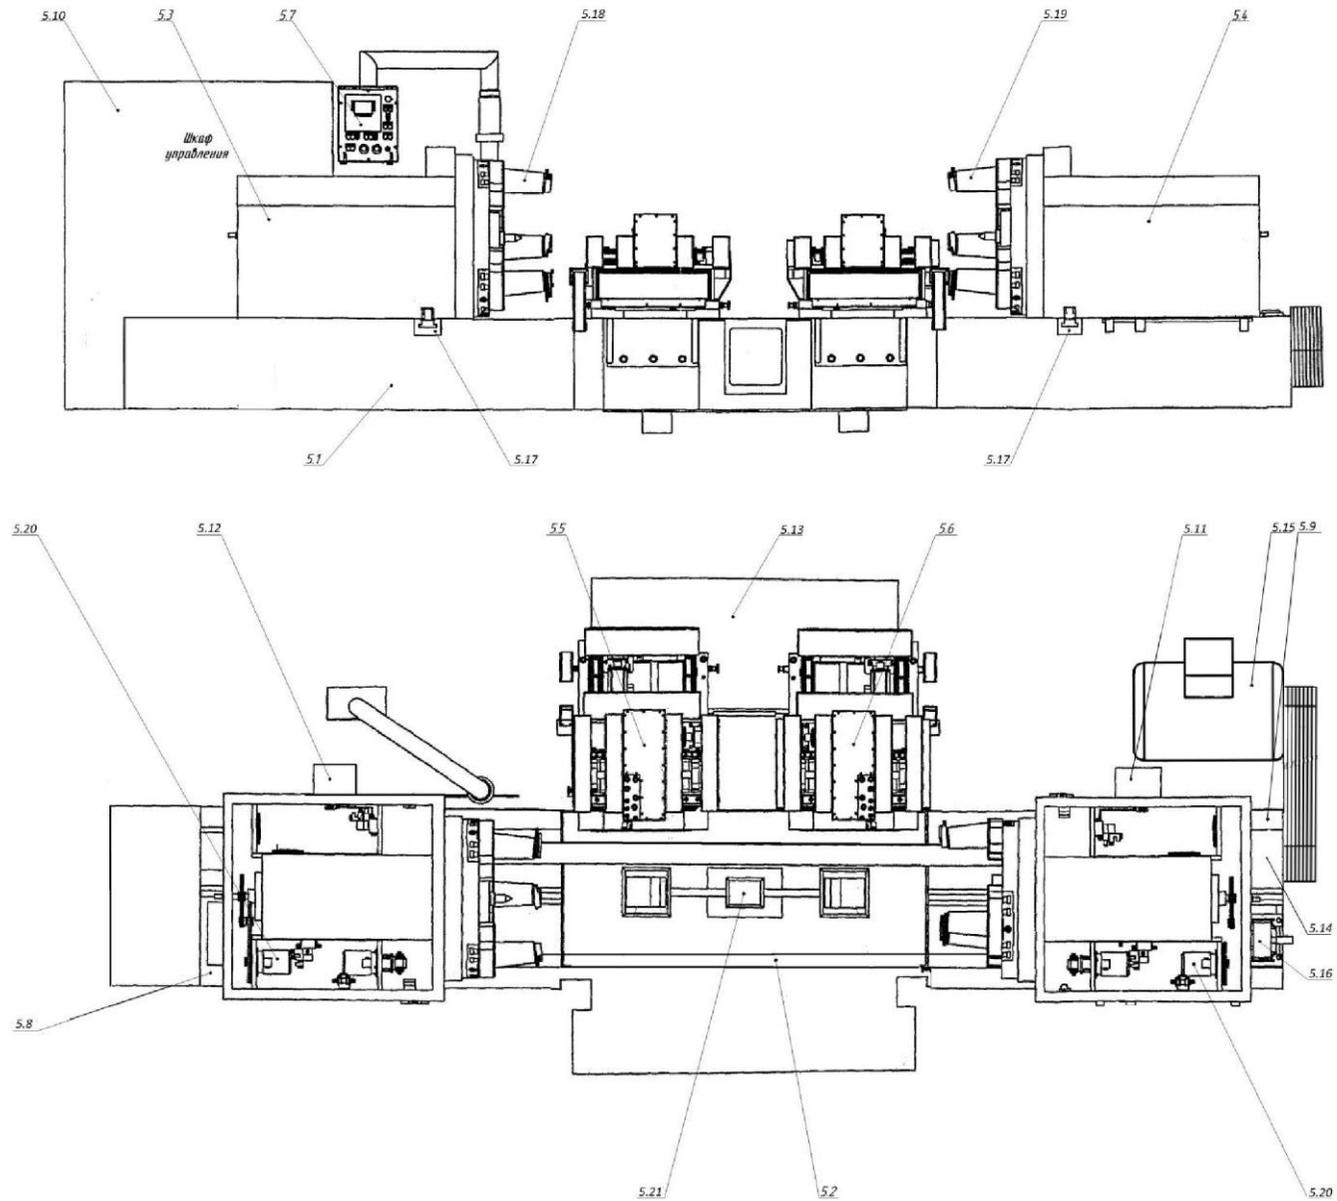

Рис. 2
5.1. Общий вид с обозначением составных частей станка и органов управления показан на Рис. 2.